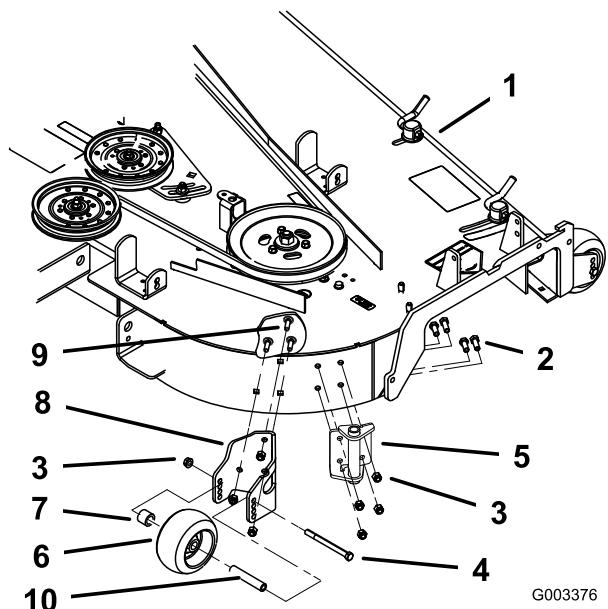

图 16
5. 利用钻好的孔用 4 个螺栓 $3/8 \times 1$ 英寸和 4 个锁紧螺母 $3/8$ 英寸安装新的吹风机枢轴 **图 16**。
6. 用先前卸下的托架螺栓和螺母将防刮滚筒支架安装到剪草机刀盘上 **图 16**。
7. 如 **图 16** 所示用先前卸下的轴螺栓 $3/8 \times 4\frac{1}{2}$ 英寸、轴套和凸缘螺母 $3/8$ 英寸将防刮滚筒安装到支架上。